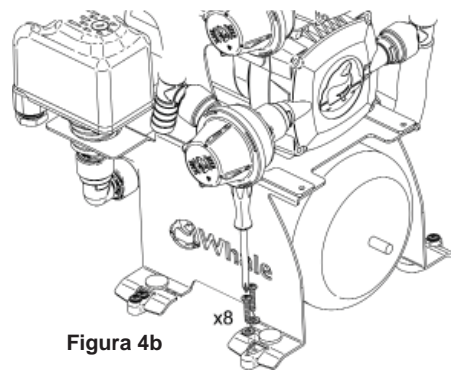

Figura 4b
Passo 3 Usare viti e rondelle di acciaio inox per fissare il kit a una superficie solida. Quattro viti e rondelle possono essere usate attraverso il centro dei piedi (vedere figura 4a) o 8 viti e rondelle come illustrato nella figura 4b.